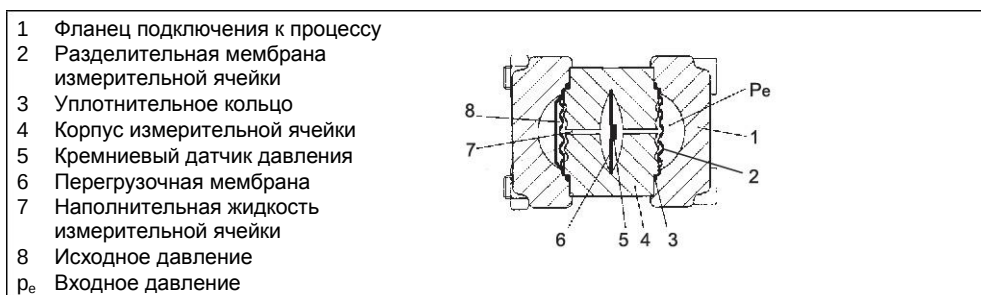

Рис. 9 Измерительная ячейка для абсолютного давления, функциональная схема
Абсолютное давление передается через разделительную мембрану (№ 6 на рис. 9, стр. 20) и наполнительную жидкость (7) на кремниевый датчик давления (3). Превышение пределов измерения вызывает прогибание перегрузочной мембраны (5), пока разделительная мембрана (6) не коснется корпуса измерительной ячейки (4). Таким образом реализуется защита датчика давления (3) от перегрузки. В результате разницы между входным (p_e) и исходным давлением (8) на стороне низкого давления измерительной ячейки прогибается измерительная диафрагма. Кроме того, изменяется сопротивление четырех пьезорезисторов в мостовой схеме, легированной в измерительную диафрагму. При изменении сопротивления на выходе мостовой схемы создается напряжение, пропорциональное абсолютному давлению.